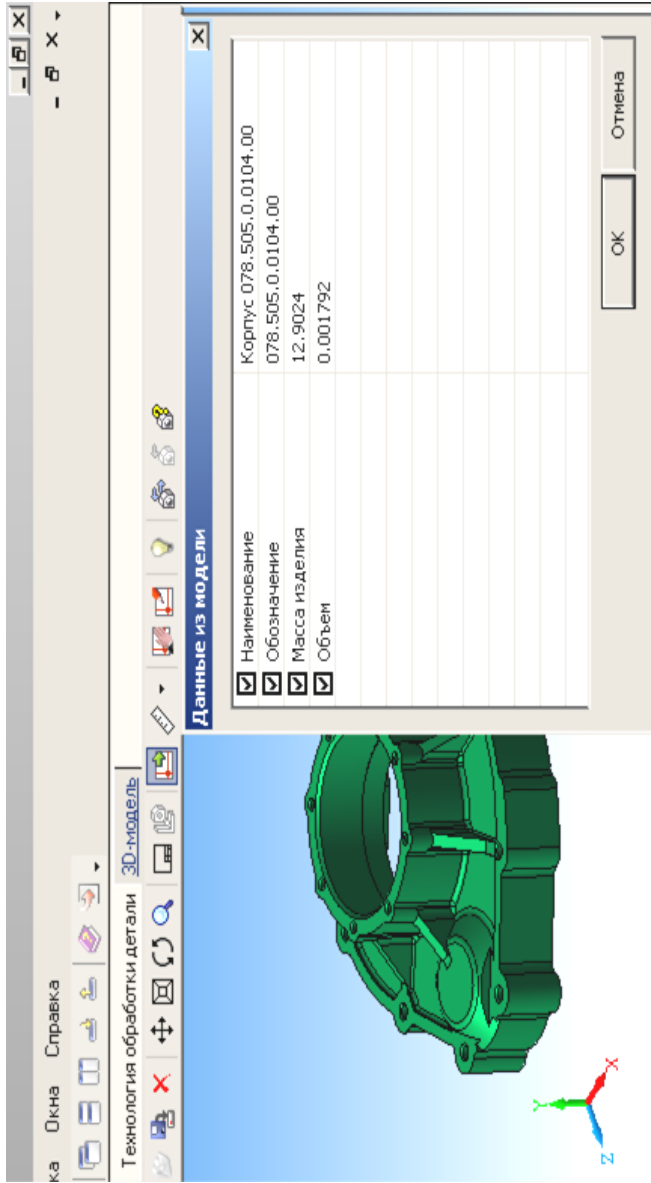

Рис. 1.2
4. Нажмите кнопку *Получить данные с модели*. Поставьте галочку в ячейке *Атрибуты детали* и нажмите *ОК* (рис. 1.2).